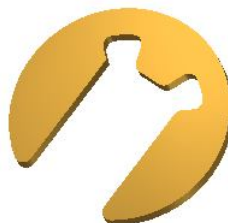

Рис. 10.1. Стопорное кольцо
1. Постройте фиксатор маховика с помощью команды «Выдавить» . Вначале постройте эскиз профиля кольца (рис. 10.1).